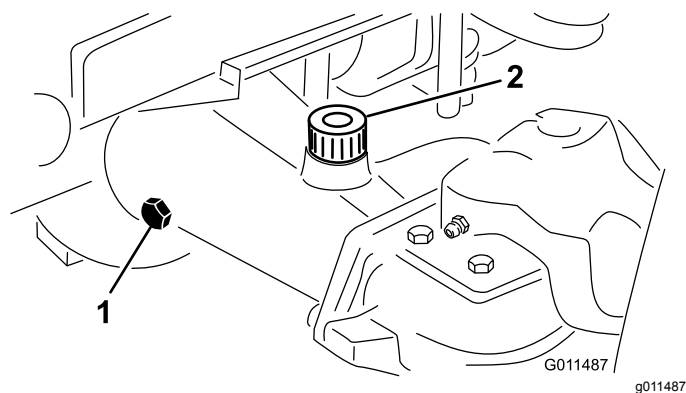

Bild 84
2. Entfernen Sie die Prüfschraube aus einem Ende der Achse und stellen sicher, dass das Öl die Unterseite des Lochs erreicht (Bild 84).